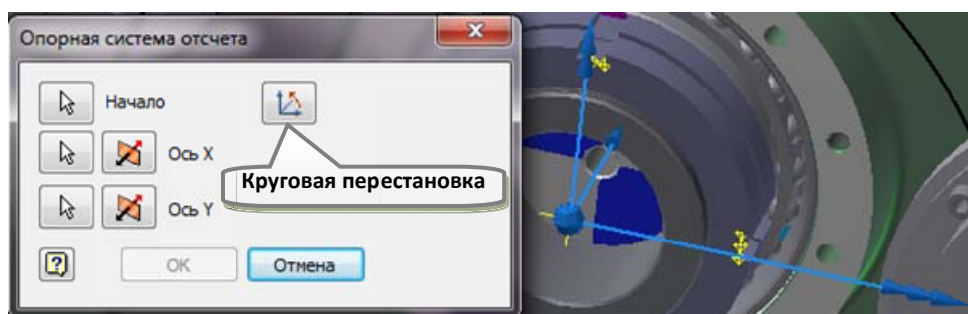
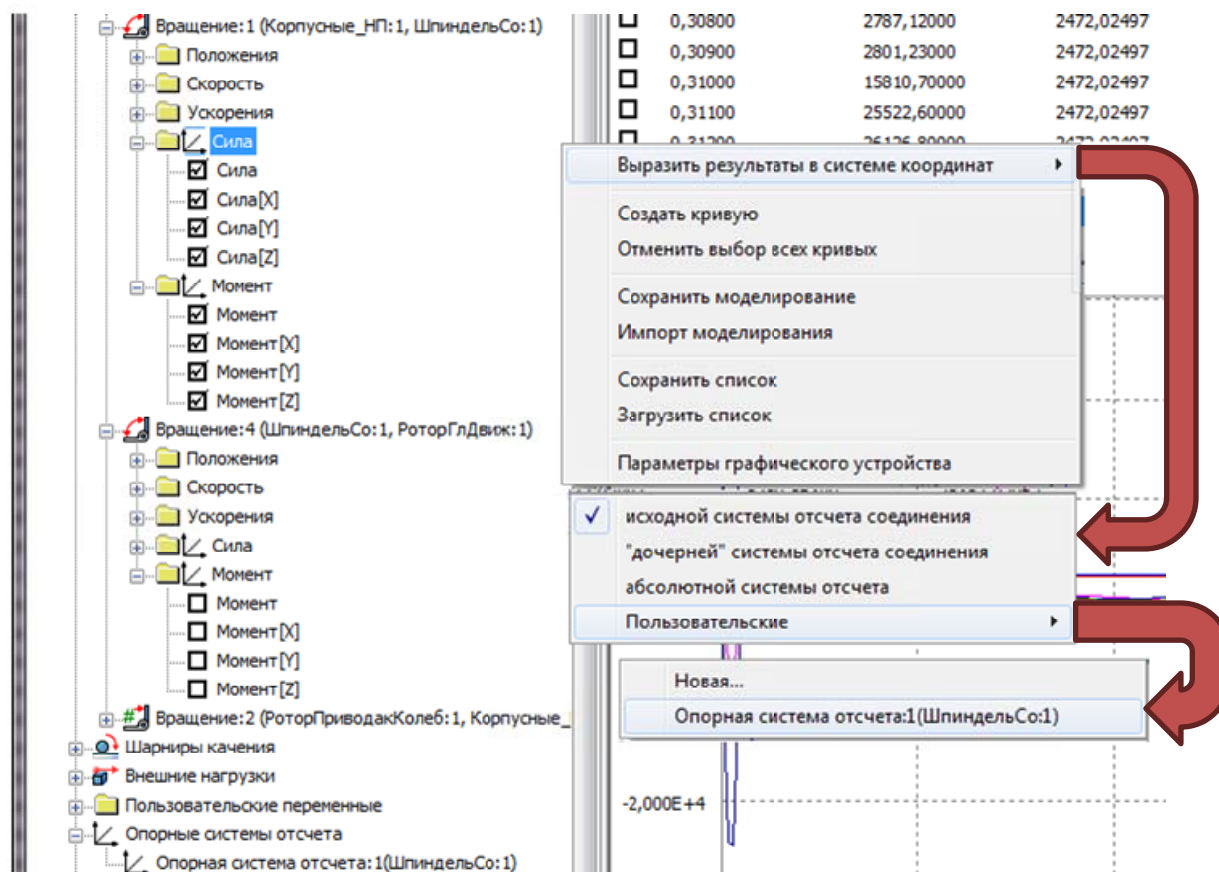

Рис. 10.3. Створення опорної системи координат для експорту навантажень шпинделя верстата MAOLop-03
Рис. 10.4. Використання браузера пристрою графічного виведення для експорту навантажень у вибраній системі координат
- Створити опорну систему координат, зв'язану з компонентом за допомогою команди  "Добавить опорную систему отсчета" із панелі задач середовища "УГВыв". Наприклад для шпиндельного вузла верстата MAOLop-03 можна створити опорну систему на основі системи координат шпиндельного вузла. Для цього, наприклад, потрібно перейти у файл "ШпиндельСо.iam" (рис. 6.4) і зробити видимими початкову точку та осі координат збірки і вернутись в середовище динамічного моделювання в "УГВыв". Викликати команду  "Добавить опорную систему отсчета". В якості початкової точки вибрати точку "Начало координат", потім осі X та Y. За необхідності скористатись кнопками зміни напрямку та "Круговая перестановка" і надати створюваній системі координат тих же напрямків осей, що і в збірці "ШпиндельСо.iam" (рис. 10.3, дивіться також рис. 6.4 в розділі 6.2). В результаті в браузері в розділі "Опорные системы отсчета" з'явиться "Опорная система отсчета:1(ШпиндельСо:1)" (рис. 10.4).